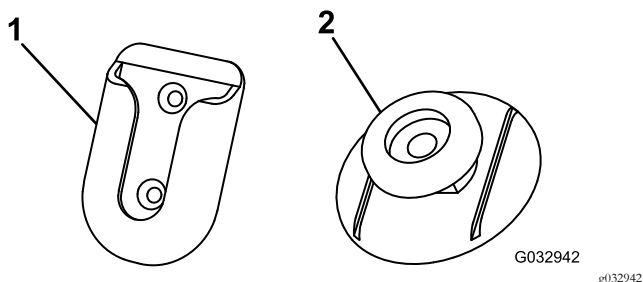

Figure 7
- Nettoyez le dos du support pivotant (Figure 7) avec le tampon d'alcool puis séchez-le.
- Retirez le film d'un côté du ruban adhésif et apposez-le au dos de la patte de montage (Figure 7).